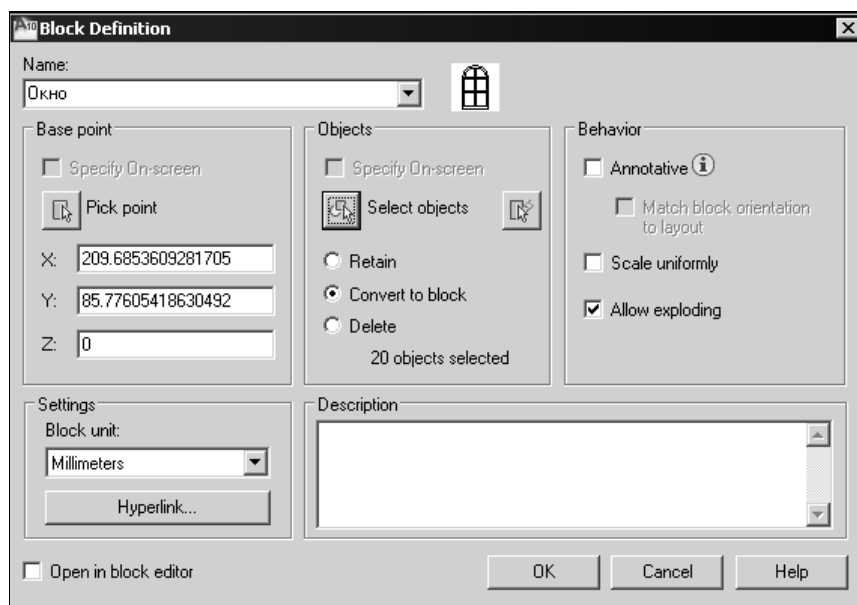

Рис. 16.1. Диалоговое окно для создания описания блока
Появится диалоговое окно **Block Definition** (Описание блока) (рис. 16.1).
1. Вызовите команду **BLOCK** (БЛОК). Появится диалоговое окно **Block Definition** (Описание блока) (рис. 16.1).